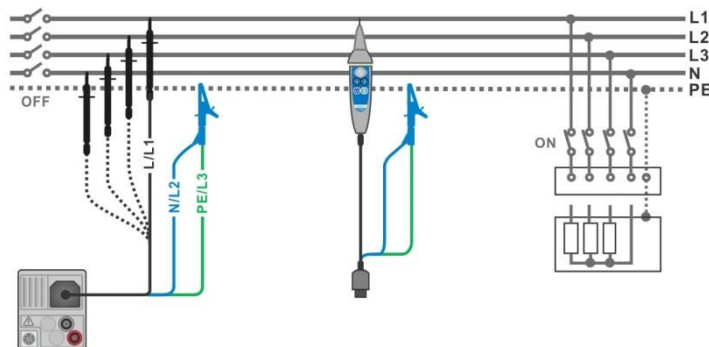
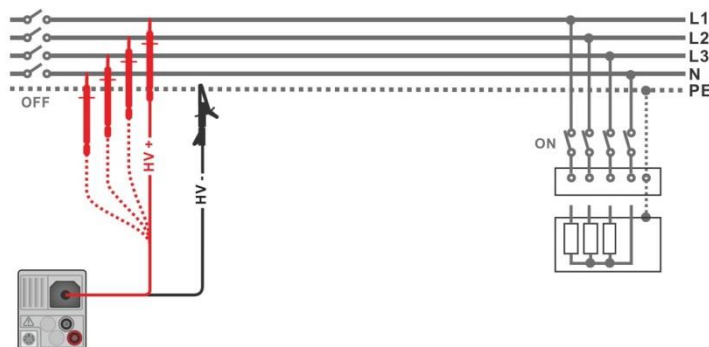

Figura 7.7: Conexión de una punta de prueba de tres hilos y el commander ( $U_N \leq 1$  kV)
Figura 7.8: Conexión de punta de prueba de 2.5 kV ( $U_N = 2.5$  kV)**Procedimiento de medición**
- Conecte las puntas de prueba al objeto a prueba, vea la **Figura 7.7 y Figura 7.8**. Debe utilizarse otro cable de prueba para las pruebas con tensión nominal  $\leq U_N$  1000 V y  $U_N = 2500$  V. También se deben utilizar bornes de prueba diferentes. Se pueden usar la punta de prueba estándar de tres hilos, el cable de prueba schuko o la clavija / punta commander para la prueba de aislamiento con tensiones nominales de prueba de  $\leq 1000$  kV. Para la prueba de aislamiento de 2500 V, se debería usar la punta de prueba de 2,5 kV.